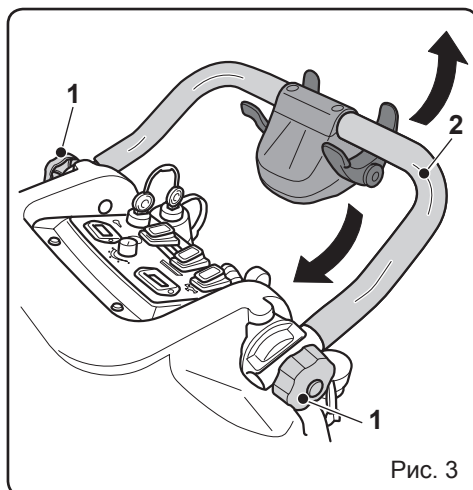

Рис. 3
3.1.a - Установка ручки (Рис. 3)
- Ослабьте крепежные элементы (1).
- Поместите ручку (2) на требуемую высоту, и затяните крепежные элементы (1).